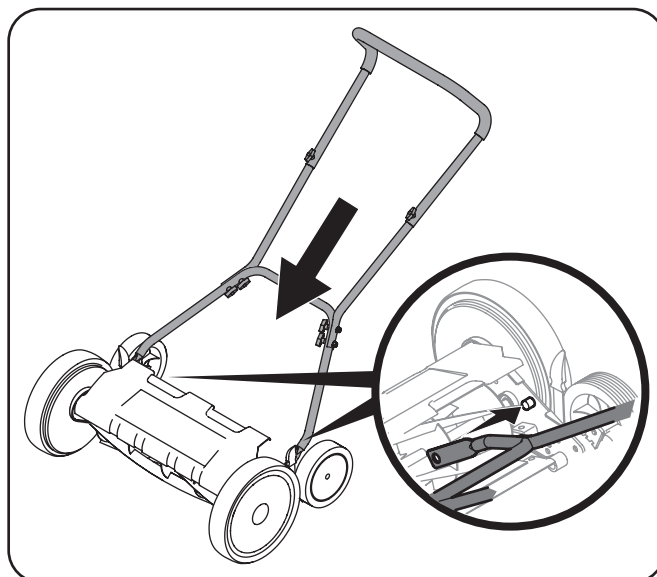

Figure 3-3
3. Positionnez le guidon assemblé sur les taquets qui se trouvent sur l'arrière du châssis de la tondeuse. Voir la Fig. 3-3.